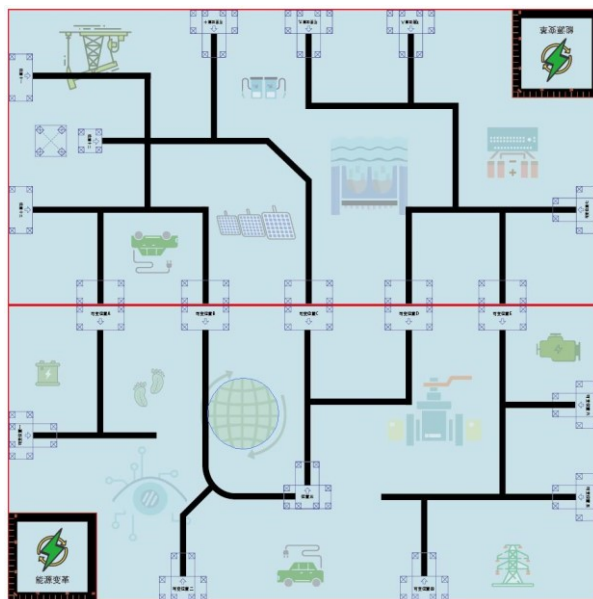

图 2
2. 图 2 是上下层竞赛场地示意图
5. 下层场地上有一个长 300mm、宽 300mm 的主基地；上层场地上有一个长 300mm 宽 300mm 的辅基地，（见图 2）。基地是机器人准备、出发及更换机构的地方。参赛队员可以用手接触基地中的机